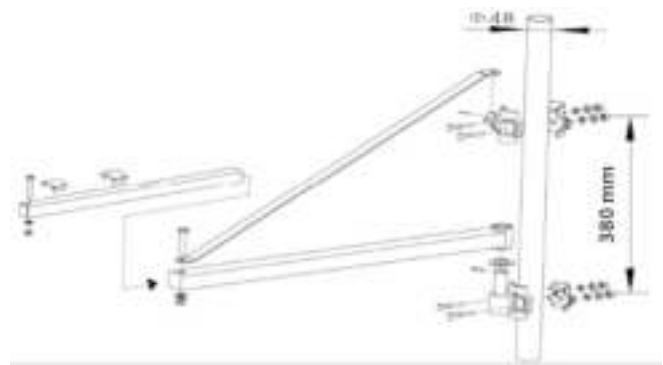

Fig.3
- 1) Assembler la barre d'extension telle que représentée sur la fig.3